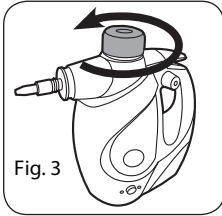

Fig. 3
1. Poser l'appareil sur une surface plane. Si vous ajoutez de l'eau en cours ou après l'utilisation, lire les instructions dans le chapitre « Ajouter de l'eau dans le réservoir d'eau en cours de l'utilisation ». Une fois l'appareil refroidi et la pression diminuée, le bouchon de réservoir d'eau est facile à desserrer. Desserrer le bouchon en tournant dans le sens inverse des aiguilles (Fig. 3).